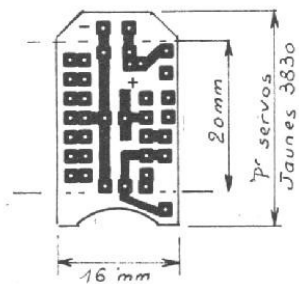

Fig. 17. - CI « universel » adapté au SN 28654N de Texas-I.
b) Le CI. Voir figure 17. En époxy de 8/10, simple face: